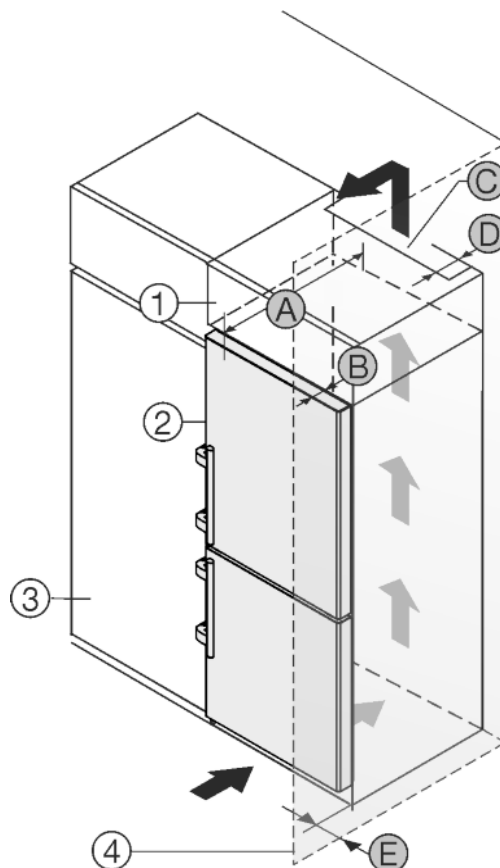

Fig. 13
Laitte voidaan asentaa kalustekaappiin. Jotta korkeus *Fig. 13 (2)* saadaan yhdenmukaiseksi kaapistojen kanssa, laitteen päälle voi asentaa lisäkaapin *Fig. 13 (1)*.
Laitteen voi asentaa suoraan kalustekaapin *Fig. 13 (3)* viereen. Jotta ovet avautuvat kokonaan, laitteen on oltava mitan *Fig. 13 (B)* verran ulospäin kalustekaapin etureunasta. Kalustekaappien syvyyden ja väliseinien käytön mukaisesti laite voi olla ulompänä.
- Lisäkaapin takana on oltava lisäkaapin levyinen poistoilma-kuilu, jonka syvyys on *Fig. 13 (D)*.
- Katon alapuolelle on jätettävä ilmanvaihdon poikkipinta-alaa *Fig. 13 (C)* vastaava tila.
Kun laitteen oven saranapuoli asennetaan seinän *Fig. 13 (4)* viereen, laitteen ja seinän väliin on jätettävä etäisyys *Fig. 13 (E)*. Tämä väli oven avautumisen vaatimaa mittaa.